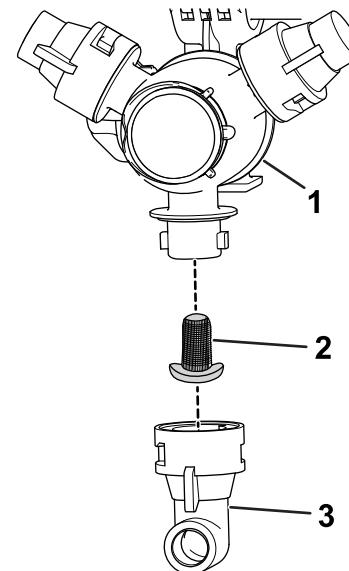

Bild 97
- Nehmen Sie die Düse vom Sprühdrehkreuz ab (Bild 97).
| 3. Entfernen Sie den Düsenfilter (Bild 97). | |
- Setzen Sie den Düsenfilter ein (Bild 97).
- Setzen Sie die Düse auf das Sprühdrehkreuz auf (Bild 97).